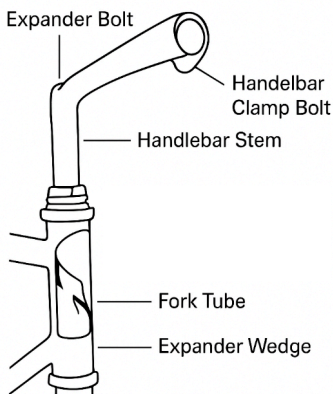

Fig. 3
1. Desserrez les boulons d'expansion juste assez pour permettre le mouvement. (Voir Fig. 3)
(Voir Fig. 3)